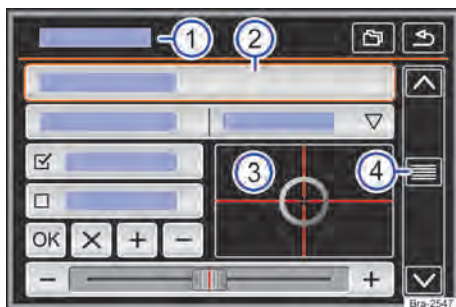

Fig. 112 Representação esquemática: vista geral das possíveis superfícies de função no display.
O aparelho está equipado com um touchscreen (tela de toque) → Fig. 112 ③.
As superfícies de função iniciam funções ou abrem outros submenus. Em submenus é indicado, na linha do título, o menu atualmente selecionado → Fig. 112 ①.